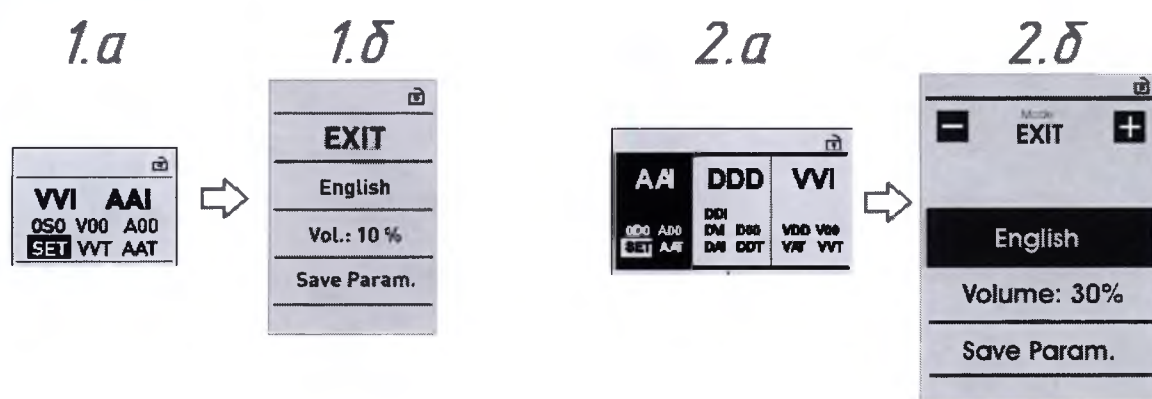

Рисунок 18 - Окно изменения настроек (1-rStim®11, 2 - rStim®21)
2) В появившемся окне (рис.18: (1.a) - для rStim®11, (2.a) - rStim®21) выбрать поле "SET".
4) В результате должно появиться окно изменения настроек (см. рис.18: (1.б) - для rStim®11, (2.б) - rStim®21).